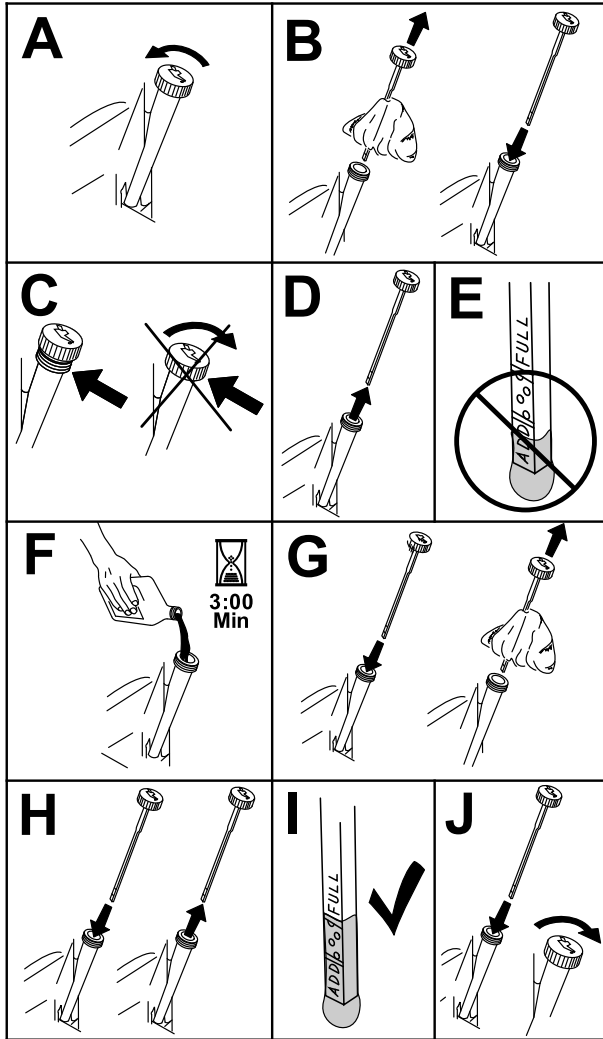

Figura 36
- Para que no entre suciedad, recortes de hierba, etc., en el motor, limpie la zona alrededor del tapón de llenado/varilla de aceite antes de retirarlo (Figura 36).